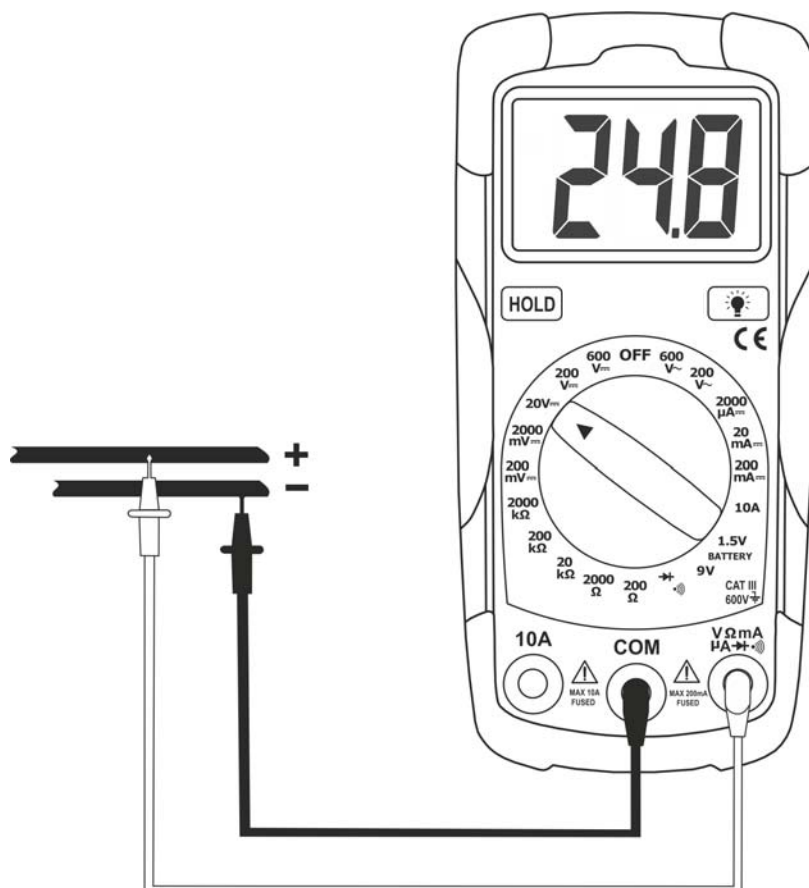

Fig. 2: Uso del Instrumento en medidas de Tensión CC
3. Inserte las dos puntas de prueba en el punto deseado del circuito (ver Fig. 2). Luego el instrumento muestra el resultado
5. La visualización del símbolo "**-**" indica que la tensión medida está invertida respecto a las puntas de prueba como indica la Fig. 2.